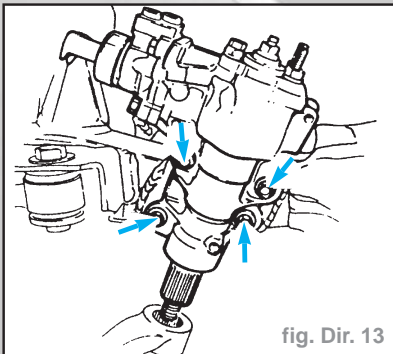

fig. Dir. 13
- les écrous et vis, (fig. Dir. 13)